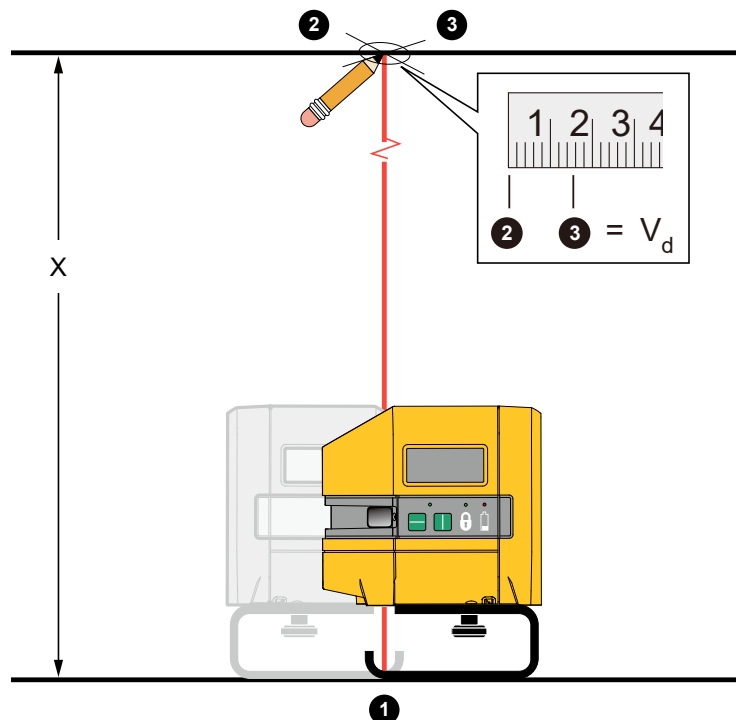

Abbildung 9. Lotgenauigkeit
3. Den nach unten gerichteten Punktlaser auf beiden Achsen der Kreuzmarkierung zentrieren. Siehe Abbildung 9.